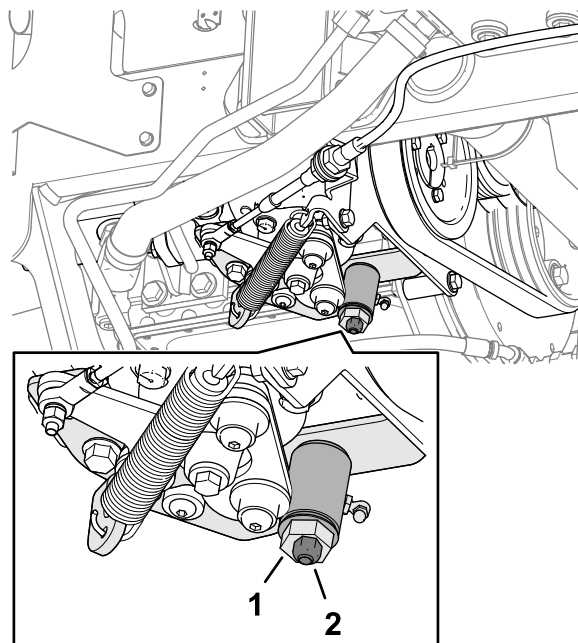

図 79
3. トラクション調整カムのロックナットをゆるめる (図 79)。